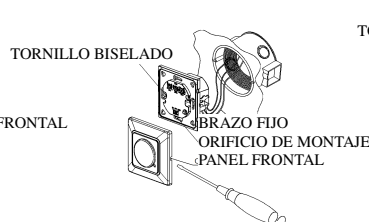

Figura 2
- Si desea instalarlo en una caja redonda, coloque el sensor en la caja y apriete los tornillos biselados a ambos lados del sensor (consulte la figura 2). Si desea instalarlo en una caja cuadrada, coloque el sensor en la caja e inserte el tornillo en el orificio de sujeción (consulte la figura 3).